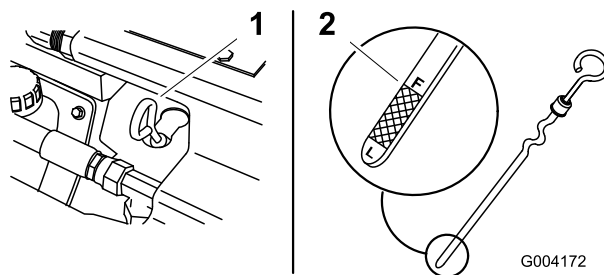

Bild 13
4. Reinigen Sie den Bereich um den Ölpeilstab (Bild 13).
5. Ziehen Sie den Peilstab heraus und wischen Sie das Metallende ab (Bild 13).
6. Schrauben Sie den Ölpeilstab vollständig in das Peilstabrohr (Bild 13).